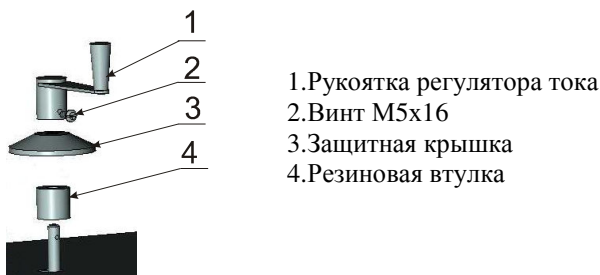

Рис.3 Установка рукоятки регулятора тока
7.3.4. Установите рукоятку регулятора тока как указано на Рис.3.